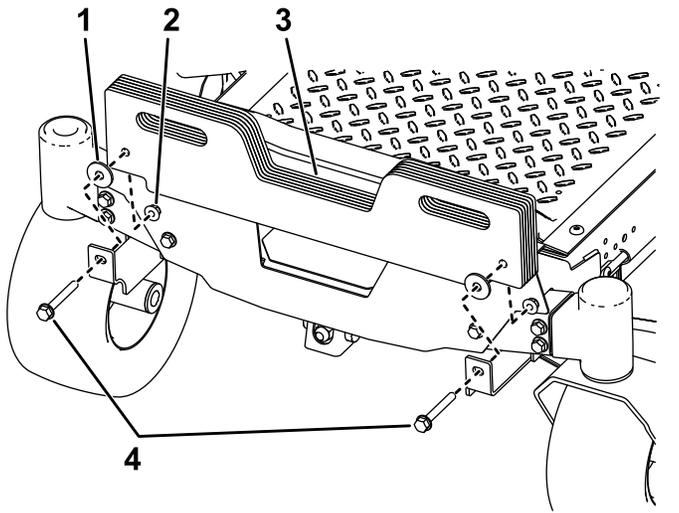

Figura 5
2. Instale los pesos de maletín en los soportes de montaje de los pesos con 2 pernos ($\frac{5}{8}$ " x $2\frac{3}{4}$ "), 2 arandelas y 2 contratuercas ($\frac{3}{8}$ "), como se muestra en la Figura 5.